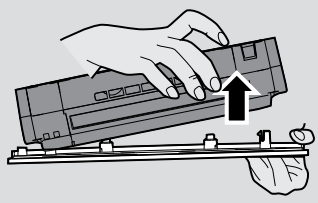

Рис. 15
1. Извлеките держатель для сменной тряпки и саму тряпку из резервуара для воды. [Рис. 15,16]